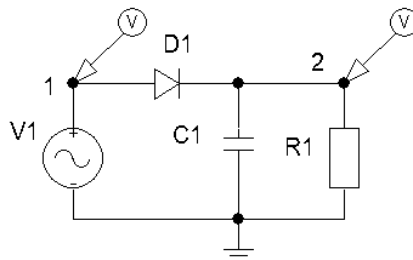
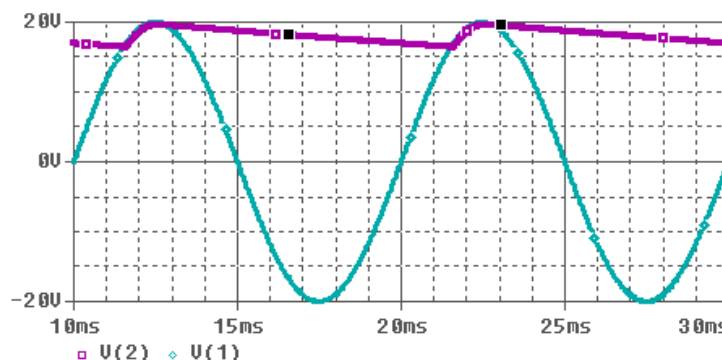

Рис. 5. Схема однополупериодного выпрямителя с фильтром
Рис. 6. Осциллограммы входного и выходного напряжения для схемы рис. 5.
- 4.3. Подключить к выходу схемы конденсатор фильтра C_1 (рис. 5) и установить его емкость в соответствии с п. 3.3 подготовки к работе.
- 4.4. Повторить пункт 4.2 рабочего задания для схемы рис. 5. Получить осциллограммы входного и выходного напряжений (рис. 6).